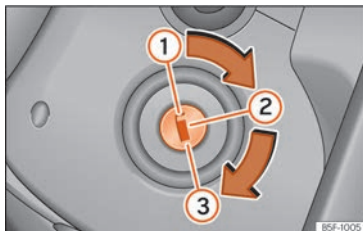

Abb. 216 Positionen des Zündschlüssels
In dieser Stellung »» » Abb. 216 ① sind die Zündung und der Motor ausgeschaltet und die Lenkung kann gesperrt werden.
- Drehen Sie den Zündschlüssel in Stellung zum Anlassen des Motors »» » Abb. 216 ③. »
- Drehen Sie den Zündschlüssel in Stellung »» **Abb. 216** ②. Beim Vorglühen des Motors leuchtet die Kontrollleuchte  auf.
- Sobald die Kontrollleuchte erlischt, drehen Sie zum Anlassen des Motors den Zündschlüssel auf die Position ③. Dabei nicht das Gaspedal betätigen.
- Drehen Sie den Zündschlüssel in Stellung » » **Abb. 216** ①.
- Ziehen Sie den Zündschlüssel in Stellung **» Abb. 216 ① » ⚠**.